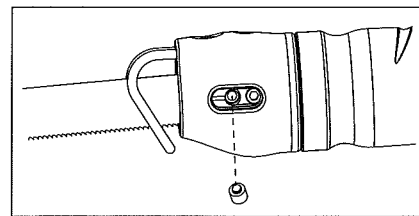

Figure 3: alignement des vis de fixation du modèle RS10K
6. Serrez la vis de fixation la plus proche sur 15-20 lb-po. Si vous utilisez le PTS1000 avec une lame de 15,24 cm, cette vis de fixation doit s'aligner sur les orifices de la lame de la scie. (fig 3)